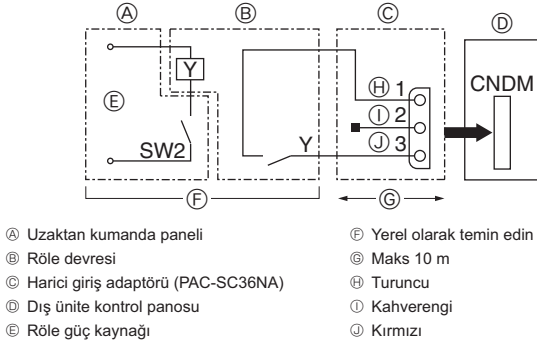

Fig. 9-2
① Harici giriş adaptörü (PAC-SC36NA) kullanırken, devreyi gösterildiği şekilde tamamlayın. (İsteğe bağlı)
9.2. Talep işlevi (sahada modifikasyon) (Fig. 9-2)